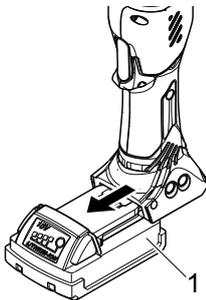

Abb. 5: Entnehmen des Akkus
2. Ziehen Sie den Akku (Abb. 5/1) aus der Klemmenzange.